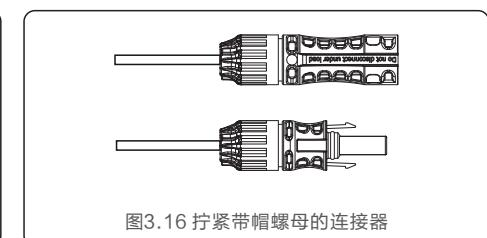

图3.16 拧紧带帽螺母的连接器
4. 将金属连接器插入连接器顶部，并以3–4 Nm的扭矩拧紧螺母（参见图3.16）。